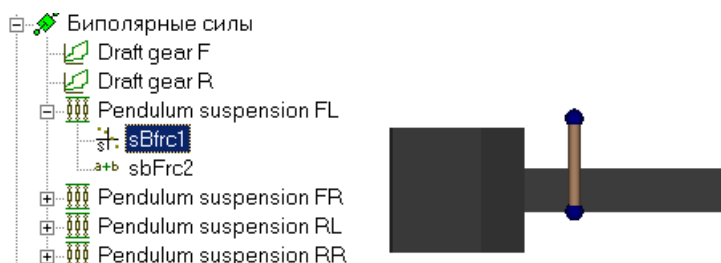
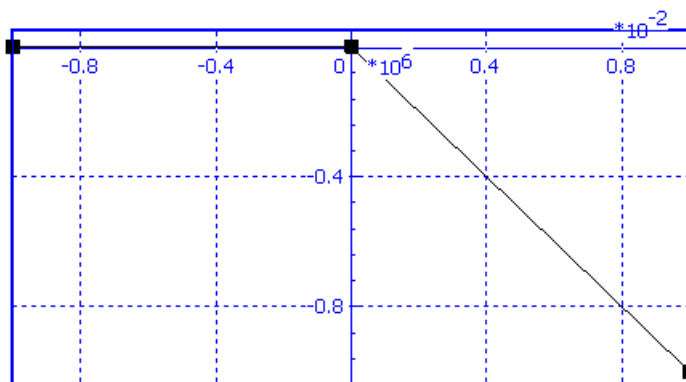

Рис. 1.16. Биполярный элемент Pendulum suspension FL
Рис. 1.17. График упругой составляющей биполярного силового элемента
- *Pendulum suspension F(R)L(R)* – пара биполярных, односторонних, упруго-диссипативных элементов образует маятниковую подвеску, моделирующую центрирующий прибор, рис. 1.16. Силовые элементы работают на растяжение. График упругой составляющей представлен на рис. 1.17. Диссипативная составляющая задана выражением $-cdisscontz*v*heavi(x-l_pov)$,